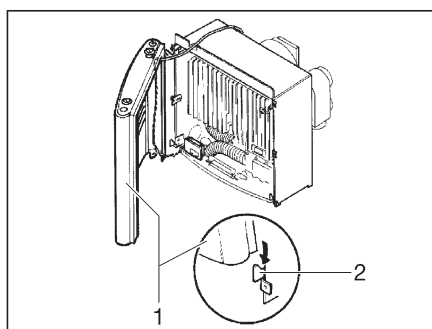

Fig. 109 Revestimiento de la calefacción, orejetas de sujeción
- Montar el revestimiento de la calefacción. Para ello situar el revestimiento (Fig. 109,1) en las orejetas de sujeción inferiores (Fig. 109,2).